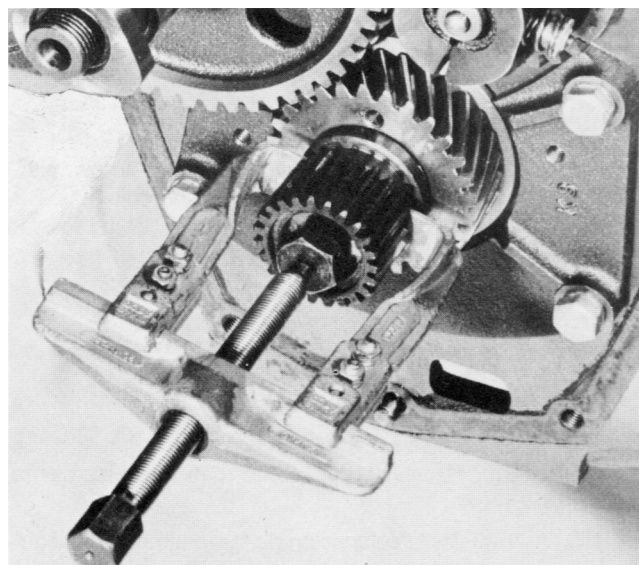

Fig. 25.
4. Drag därefter av yttre drevet med hjälp av en avdragare (se fig. 25). På motorer med MS-backslag drar man i stället av kopplingshalvan.